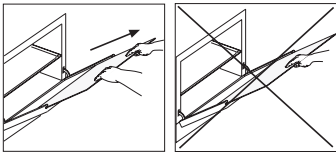
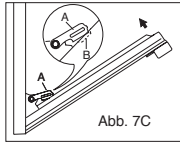

Abb. 7A
Abb. 7C
öffnen Sie die Tür zur Hälfte und entfernen Sie die Scheibe mit beiden Händen wie in Abbildung 7A gezeigt.
4) die Backfortür langsam schließen, bis sie die Haken „A“ erreicht. Dabei sicherstellen, dass die Haken in den Aussparungen „B“ der Backfortür wie abgebildet in Abb. 7C sicher eingerastet sind. (Nur wenn vorhanden die Innenscheibe des Backofens ausbauen, siehe Abb. 7A).